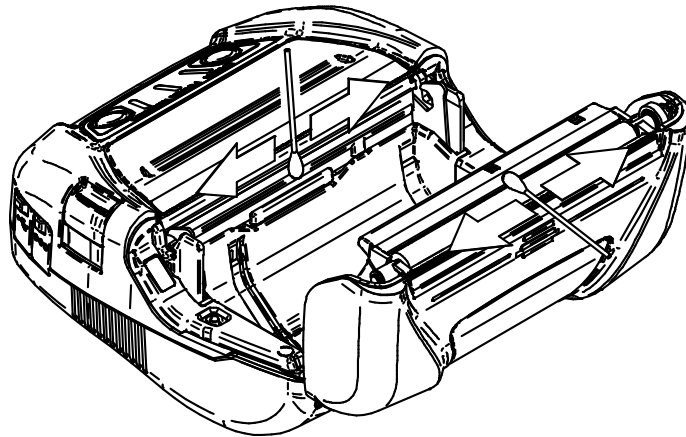

Abbildung 18-1 Reinigen von Thermokopf / Druckwalze
- (3) Öffnen Sie die Papierabdeckung.
- (4) Reinigen Sie den Thermokopf, die Druckwalze oder die GummifüÙe mit Hilfe eines mit Äthylalkohol angefeuchteten Wattebausch. (Siehe Abbildung 18-1.)